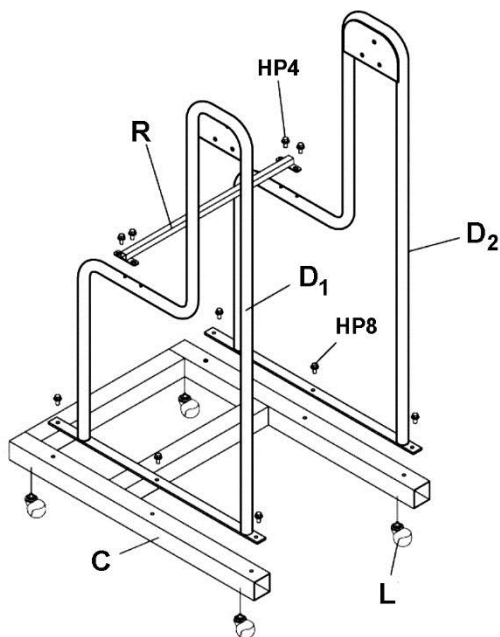

Рис. 3
1. Прикрутите 4 ролика (L) к основанию (C). См. Рис. 3.
2. Прикрутите к основанию (C) левую и правую стойки (D₁, D₂) с помощью винтов с шестигранной головкой и фланцем (HP8).
3. Прикрутите к основанию (C) опору стоек (R) с помощью винтов с шестигранной головкой и фланцем.